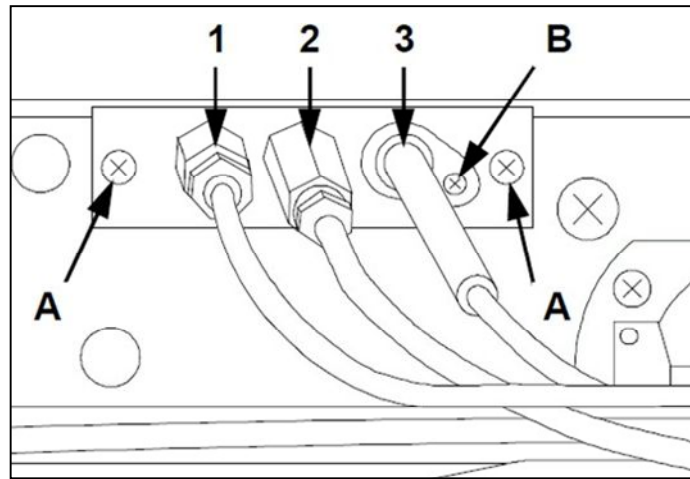

FIG.18
- Desenrosque el termopar con una llave fija especial (FIG.18-Ref.1);
- Destornillar los 2 tornillos del SOPORTE (FIG.18-Ref.A);
- Vuelva a montar el nuevo piloto (FIG.18-Ref.2) de acuerdo con las fases anteriores.
- Retire la bujía desenroscando el TORNILLO (FIG.18-Ref.B);
- Montar la nueva BUJÍA (FIG.18-Ref.3) siguiendo los pasos anteriores.